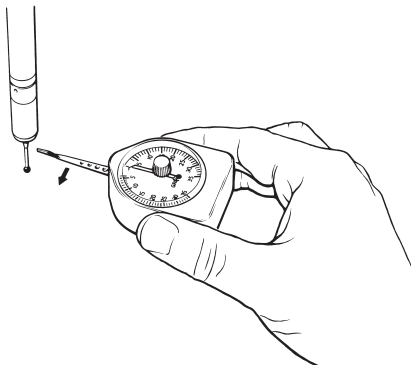

Figura 10. Medición de la fuerza activadora.
- Deslice lentamente la galga hacia el lado de modo que el punto plano del extremo de la manecilla toque la bola del palpador de la sonda (asegurándose de que la sonda se desvíe hacia la dirección de la fuerza baja). Muy lentamente, siga moviendo la galga hasta que la sonda se active, en cuyo punto hay que parar de inmediato, retirar la medida y leer el indicador de fuerza máxima (vea la figura 10).